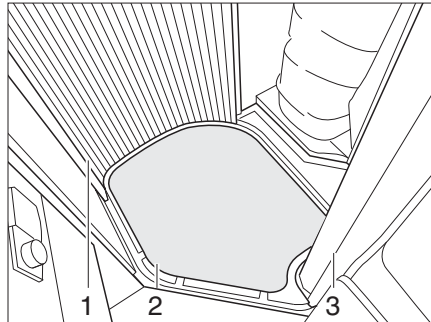

Bild 130 Abdeckung der Duschwanne
- Abdeckung der Duschwanne (Bild 130,2) herausnehmen.
- Duschwand (Bild 130,1 und 3) komplett zuziehen.